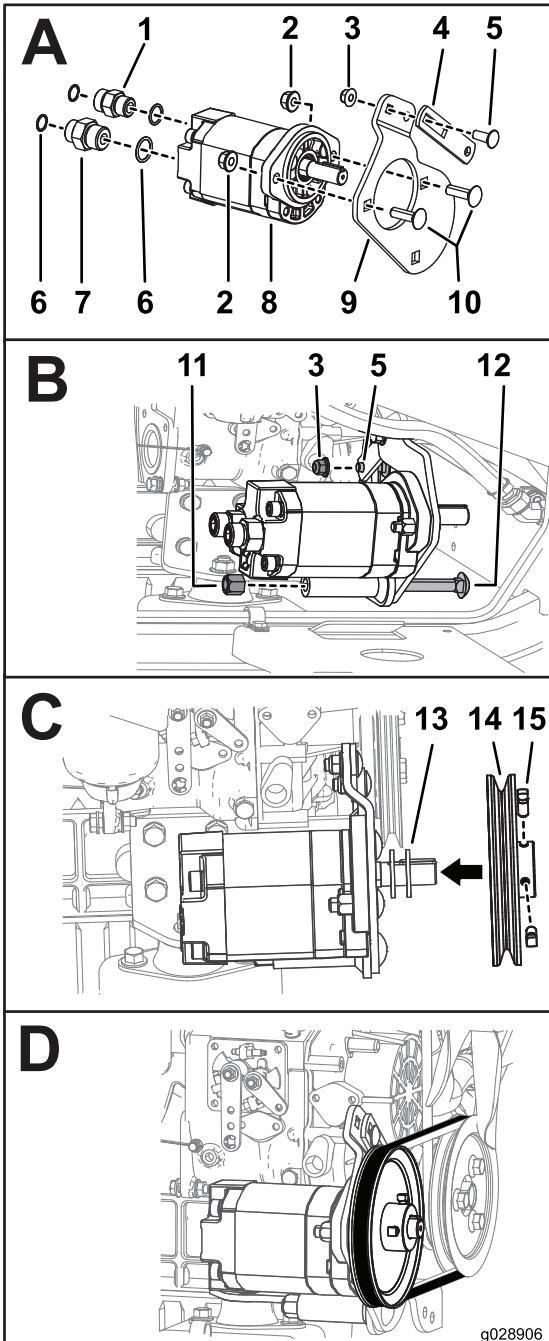

図 7
3. ギアポンプの右側のポートにアダプタフィッティング5/8 x 3/4インチ、オスとOリングを取り付ける図7のA。
4. ギアポンプの左側のポートにアダプタフィットティング 5/8 x 5/8 インチ、オスと Oリングを取り付ける 図 7 の A。
5. ギアポンプレートにテンショナームを仮止めするボルト 3/8 インチ 1 本とフランジナット 3/8 インチ 1 個を使用する 図 7 の A。
6. ギアポンプレートをギアポンプアセンブリに取り付けるキャリッジボルト 7/16 インチ 2 本とロックナット 7/16 インチ 2 個を使用し、図 7 の A のように取り付ける。
8. ギアポンプアセンブリをブラケットに仮止めするキャリッジボルト 1/2 インチ 1 本とロックナット 1/2 インチ 1 個、ボルト 3/8 インチ 1 本、フランジナット 3/8 インチ 1 個を使用し、図 7 の B のように取り付ける。
9. ギアポンプアセンブリにワッシャ 2 枚をセットし、プーリを取り付け、このプーリを固定ねじ 5/16 インチ 2 本で 図 7 の C のように固定する。
10. プーリ 2 個に、図 7 の D のようにベルトを取り付ける。